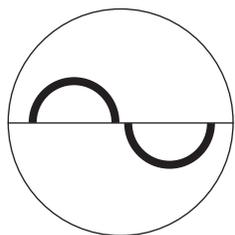

Figura 1: Immagini semicirculari al centro del campo visivo.
- Usando il joystick della lampada a fessura, eseguire qualsiasi correzione necessaria finché la superficie appianata non appare al centro del campo visivo come due superfici semicirculari aventi la stessa area. (Figura 1). Piccole regolazioni verso il basso con il joystick non influiranno sulle dimensioni delle immagini semicirculari.